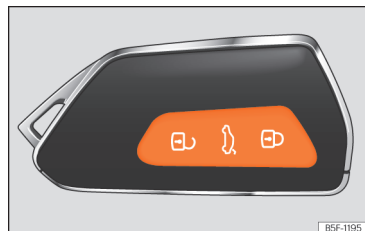

Рис. 75 Клавіші пульта дистанційного управління
- Замикання: натисніть клавішу  »» **рис. 75**.